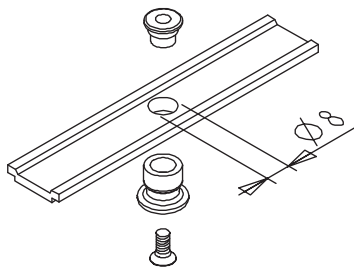

FIG. 3
c) Realizzare, nel telaio, n. 2 fori di $\varnothing 3$, (fig. 3) e fissare l'incontro utilizzando le viti 4,2x13 in dotazione.